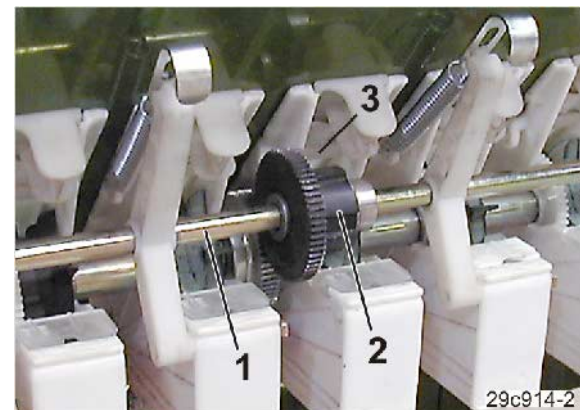

図 88
- クラッチ (図 88/2) はレバー (図 88/3) から操作します。
- トラムライン車輪の駆動軸 (図 88/1) であるままにします。